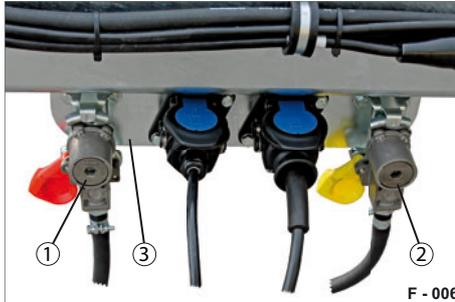

Abb. 7 Anschlüsse geparkt
► Drehen Sie die Kupplungsköpfe aus den Park-Halterungen der Park-Konsole (Abb. 7/3) heraus.
- Drehen Sie die Kupplungsköpfe in die Parkdosen ein (siehe Abb. 7). Dadurch werden die Anschlüsse / Dichtflächen gegen Verschmutzung und Beschädigung sicher geschützt.